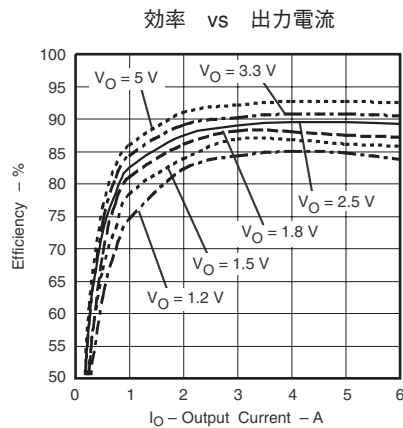
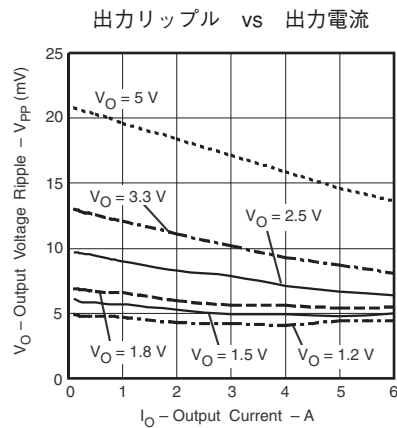
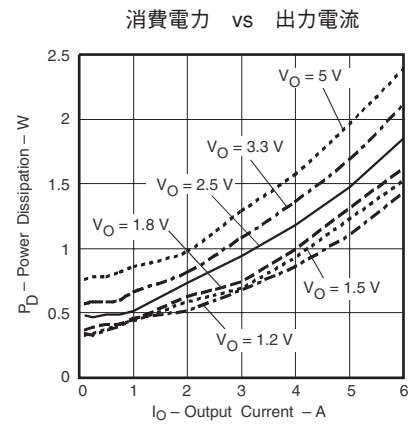

図 1
図 2
図 3
- (1) 電氣的特性データは、 25°C でテストした実際の製品から求めたものです。このデータは、コンバータの代表データと考えられます。図1、図2、および図3 に対して適用されます。